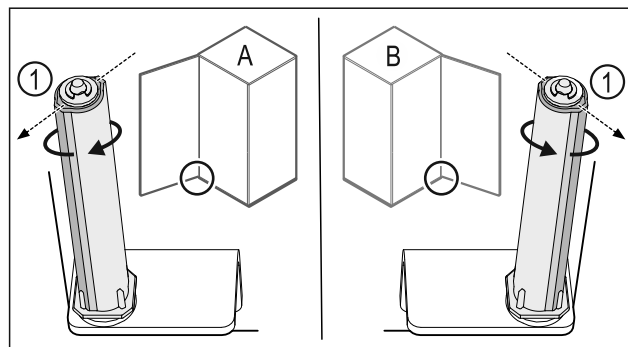

Fig. 48 Lewy ogranicznik (A) / prawy ogranicznik (B)
- Przekręcić system blokujący w kierunku przeciwnym do oporu, aż pręt systemu blokującego Fig. 48 (1) będzie skierowany na zewnątrz.